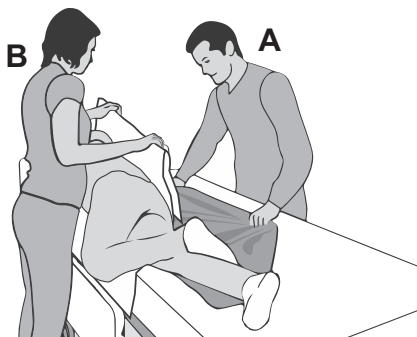

Figure 8
10. (Zorgverlener A) Vouw het glijzeil uit onder de zorgvrager zodat het onder de volledige zorgvrager is geplaatst en trek het vlak. **(See Figure 8)**